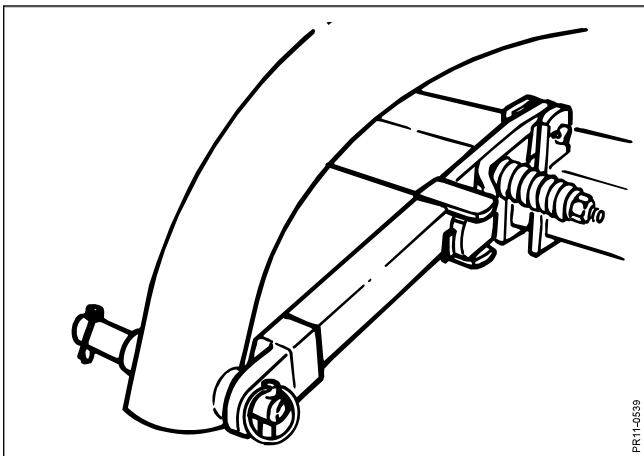

Fig. 1-5
- Fig. 1-5:** Monter le mécanisme de sécurité contre les pierres sur la tête d'attelage.